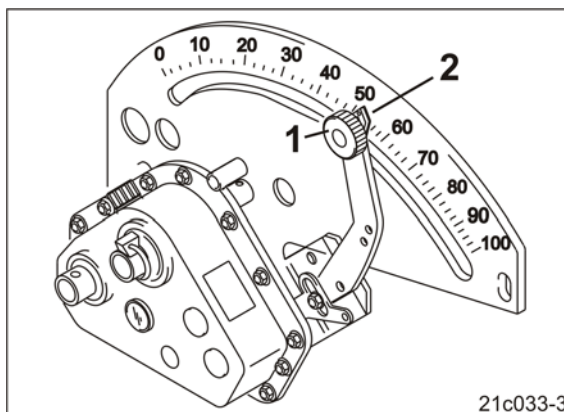

Fig. 50
3. Desserrer le bouton rotatif (Fig. 50/1).
4. Mettre l'indicateur (Fig. 50/2) par le bas au numéro de réglage de la transmission sur l'échelle (Fig. 50/3).